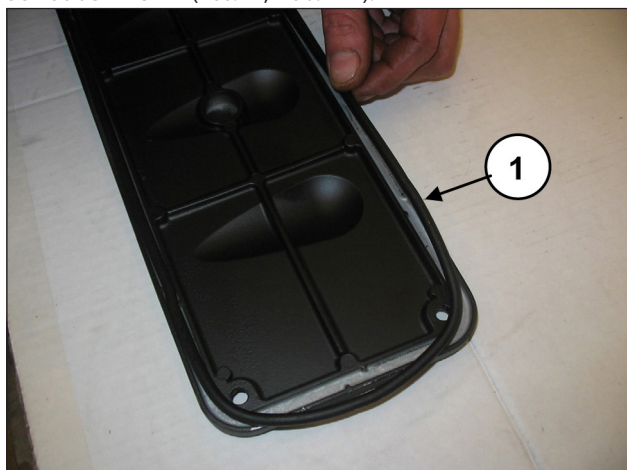
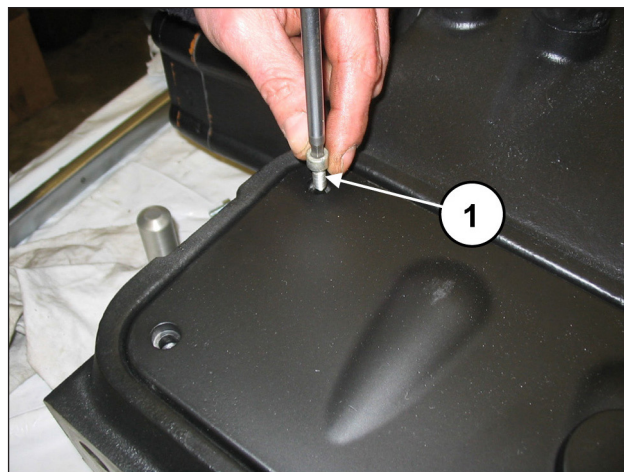

Abb. 173
Abb. 174
Setzen Sie auf die Inspektionsdeckel den O-Ring (Pos. ①, Abb. 173) und montieren Sie die Deckel anhand von 4+4 Schrauben M6x14 (Pos. ①, Abb. 174).